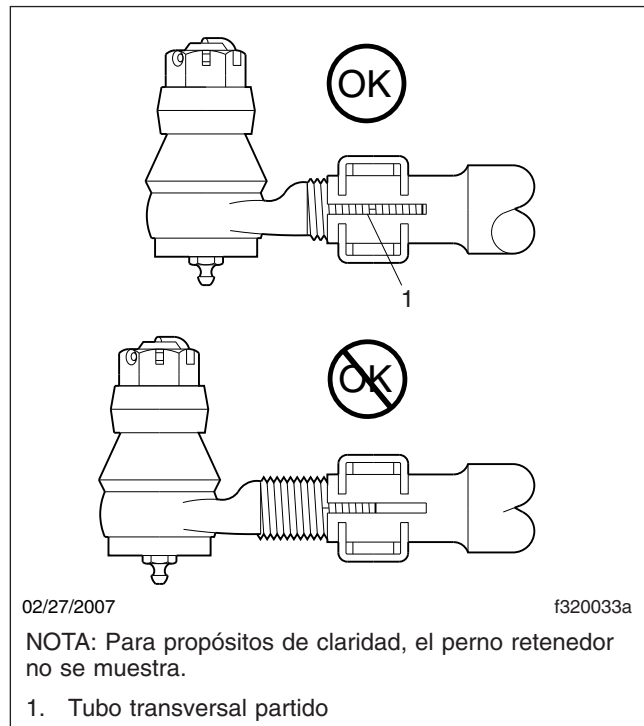

Figura 3, Ajuste de la rótula de barra de acoplamiento
2. Para una sujeción adecuada, la porción roscada de la rótula de barra de acoplamiento debe introducirse completamente en la parte dividida del tubo transversal. Vea la **Figura 3**. Si este procedimiento no se puede llevar a cabo, reemplace los componentes. Consulte las instrucciones en el **Grupo 33** del *Manual de taller New Cascadia™*.